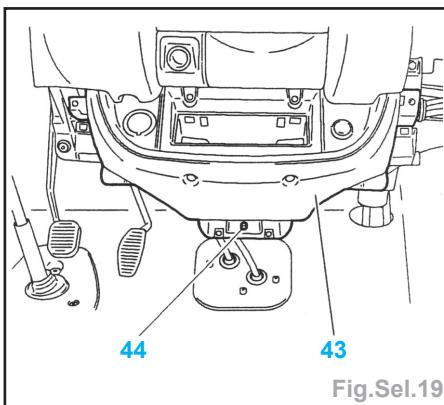

Fig.Sel.19
- Déposer la vis (44) et la partie centrale inf. de planche de bord (43) (Fig.Sel.19).